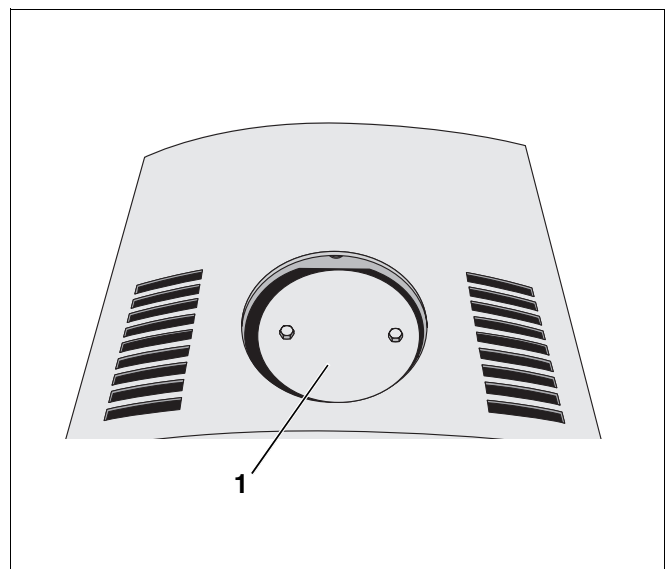

Abb. 6 Abgasanschluss Oberseite – Abdeckplatte
- Abdeckplatte am Abgasanschluss Oberseite montieren (Abb. 6, **Pos. 1**).